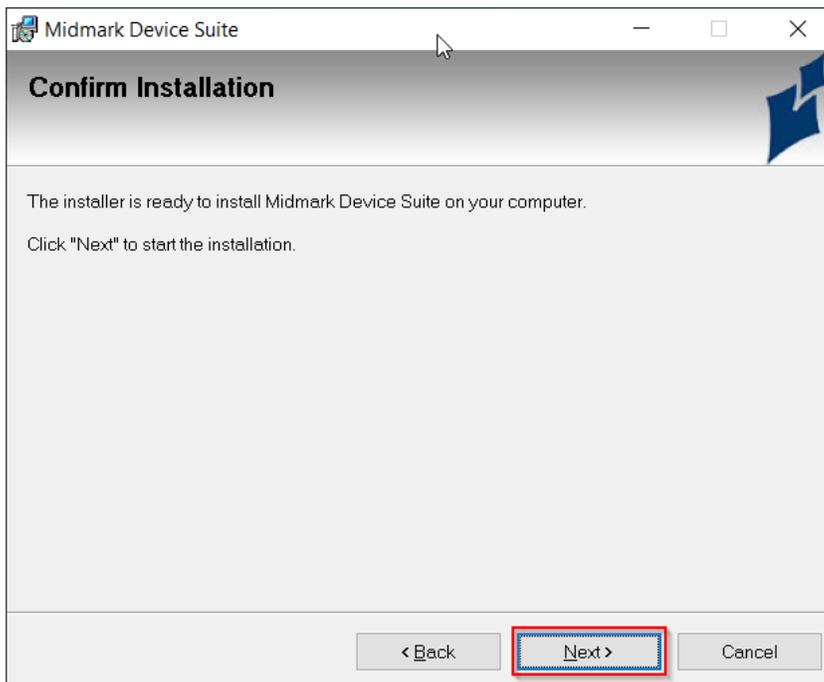

Figure 10. La fenêtre « Confirmer l'installation ».
- La fenêtre contextuelle « Confirmer l'installation » s'affiche. Cliquer sur le bouton « Suivant ». Voir la figure 10 ci-dessous.